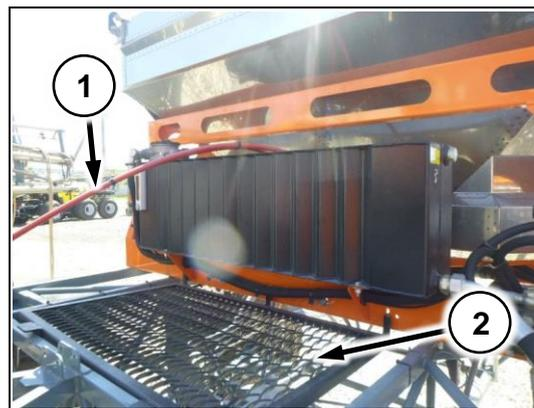
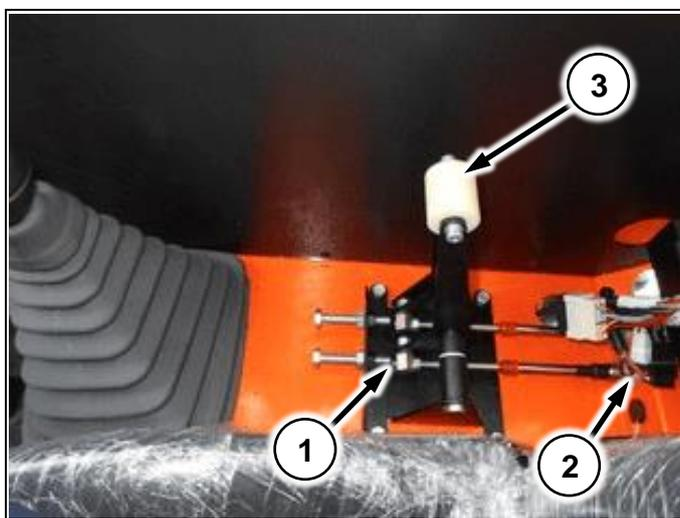
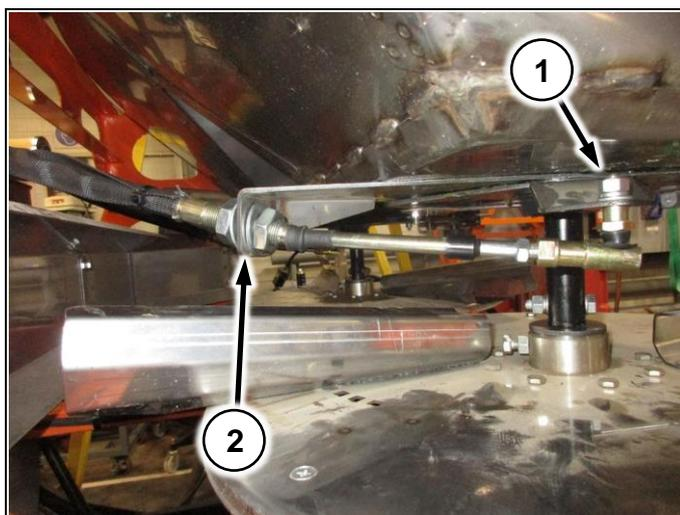

Рис. 68
Рис. 69
Рис. 70
5. Проложите троса управления заслонками по раме (Рис. 68/1) и соедините с рычагом в кабине (Рис. 69/1) и с заслонкой на бункере (Рис. 70/1)
6. Установите настил на раму (Рис. 68/2)
1. Заведите троса в кабину (Рис. 69/2) и зафиксируйте гайками.
2. Подтяните гайки (Рис. 70/2)
3. Рычагом (Рис. 69/3) проверьте что заслонки открываются полностью
4. При не полном открытии, гайкой (Рис. 70/2) отведите трос